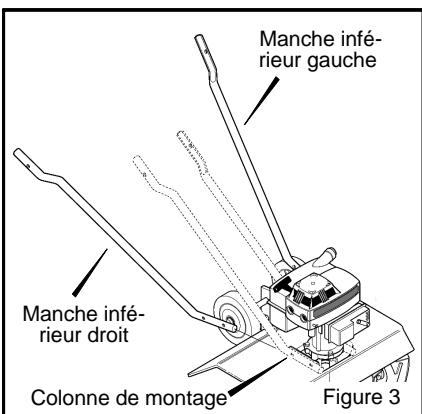

Figure 3
3. Insérez le **manche inférieur droit** dans la **colonne de montage** (voir Figure 3). Vérifiez que le bout plat en haut du manche est dirigé vers l'intérieur.
5. Insérez le **manche inférieur gauche** dans la **colonne de montage** (voir Figure 3). Vérifiez que le bout plat en haut du manche est dirigé vers l'intérieur.